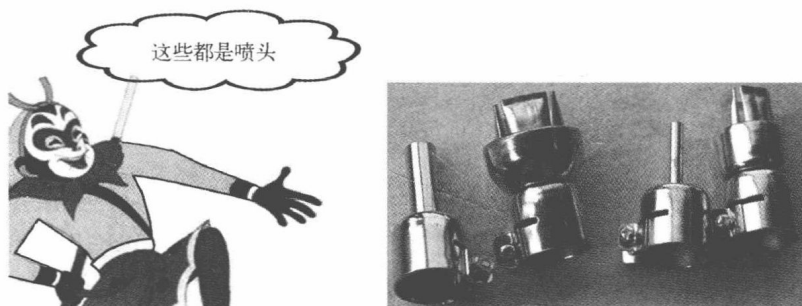

图 0-9 热风枪的喷头
- (1) 外形美观大方，操作灵活、方便；
- (2) 热风加热，升温快，除锡干净彻底；
- (3) 热风温度从环境温度至 500℃ 连续可调，出风口温度自动恒定；
- (4) 热风风量在 0~20L/min 之间连续可调；
- (5) 防静电，全自动恒定焊接温度；
- (6) 配有不同内径的喷头（又称喷嘴或风嘴），适用于不同元器件的拆焊，如图 0-9 所示。